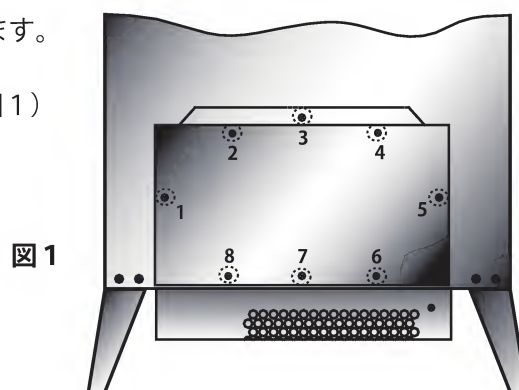

図1
- ① 「メインスイッチ」を切り、電源プラグをコンセントから抜きます。
- ② 本体背面にある（プラス）ネジ（銀色）を8ヶ所外します。（図1）